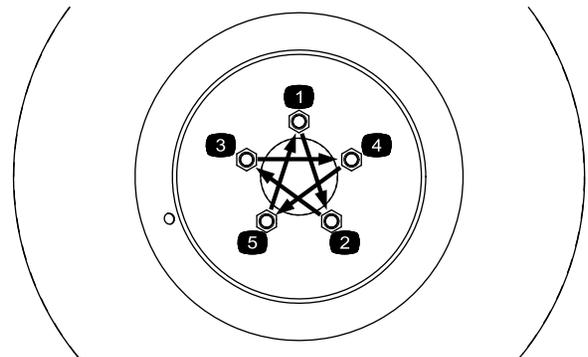

図 9
4. 外してあった後タイヤを取り付けて、ラグナットを対角線パターンで 94-122 N·m 70-90 ft·lb にトルク締めする 図 9。